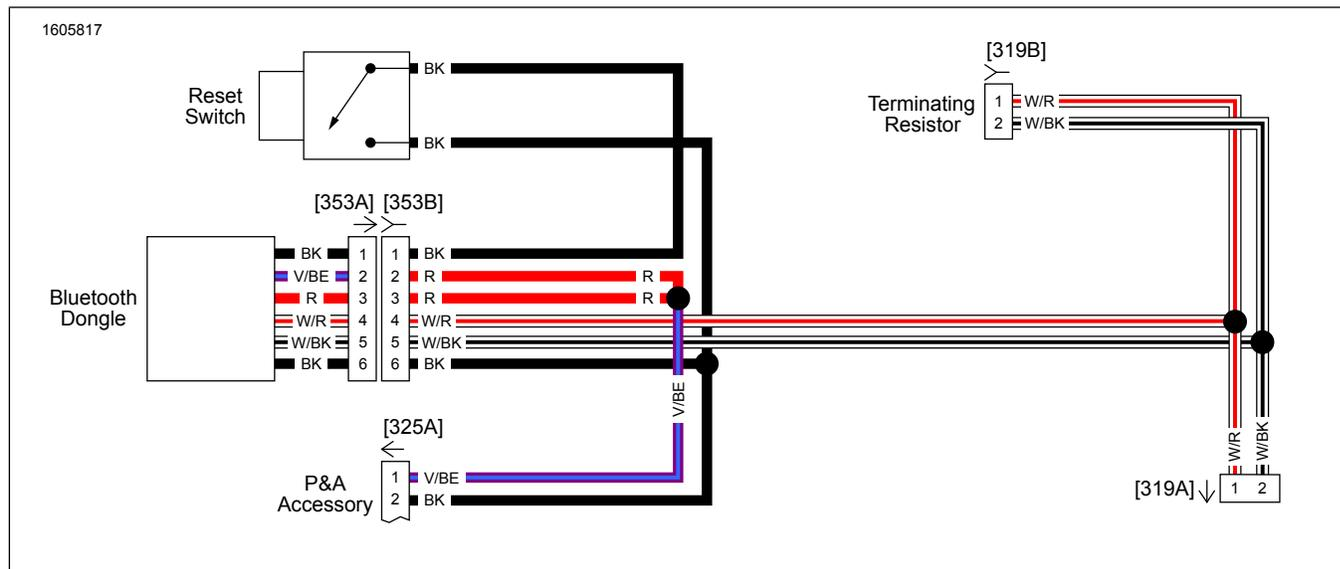

Figura 16. Cablaggio dongle Bluetooth (2017 e successivi)(tipico)
1. Vedere la figura 16. Installare e guidare il cablaggio del Bluetooth dongle.
Se il Numero di identificazione personale (PIN) è stato dimenticato o bloccato e deve essere ripristinato, tenere premuto il pulsante "Interruttore accoppiamento o reimpostazione" (Vedi Figura 16 , voce 3) per 3 secondi per reimpostare il PIN. Riconnetti al dongle Bluetooth nell'app H-D Audio per impostare un nuovo PIN.